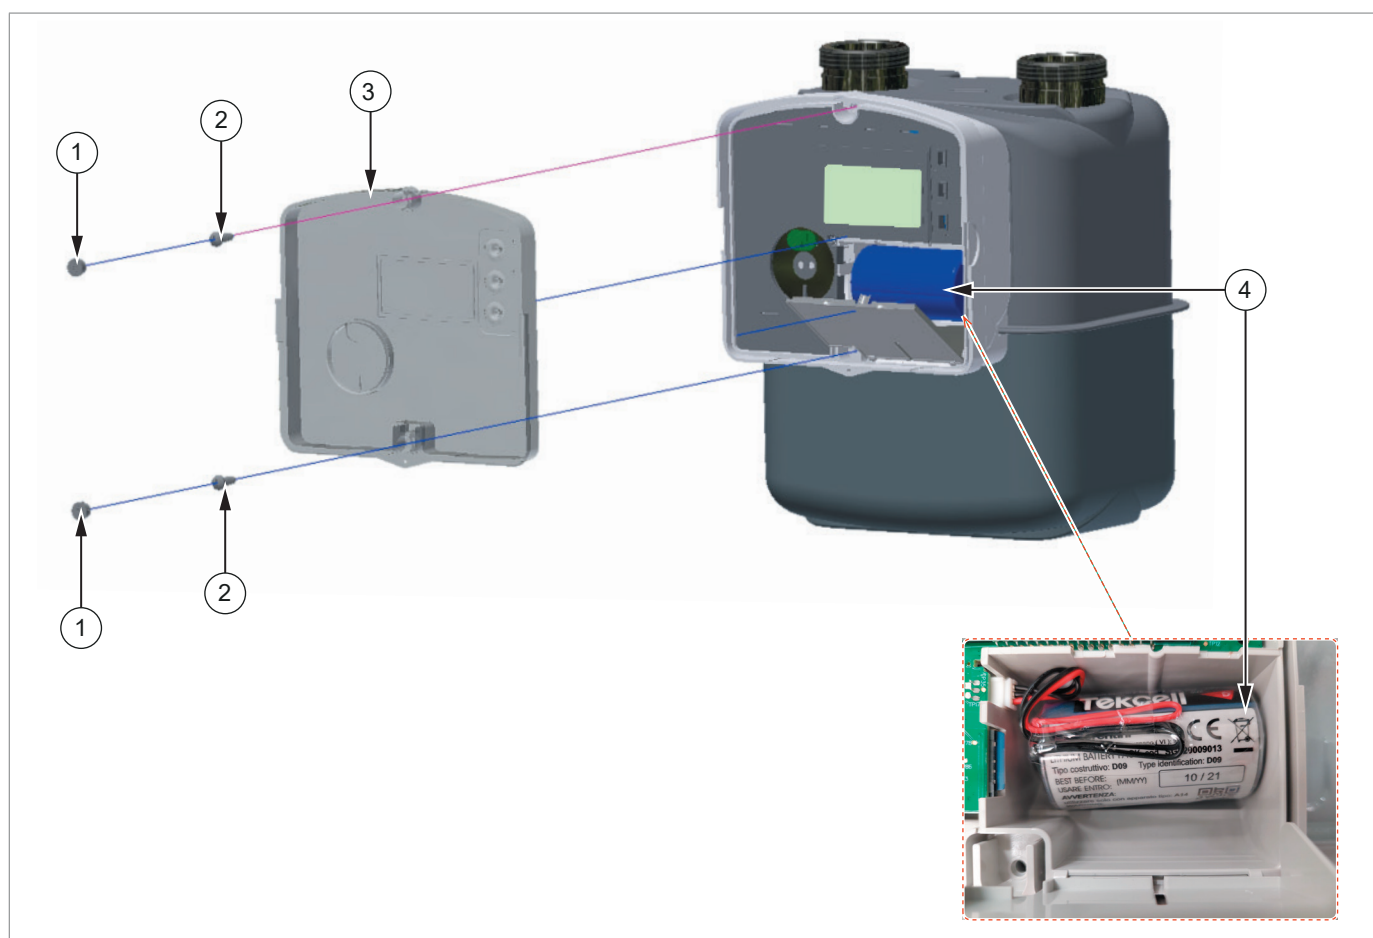

Fig. 11.14. Peças de substituição
- uma posição especificada no desenho de montagem do equipamento (Fig. 11.14);
Referência aos códigos de encomenda das baterias (Pos. 4 - Fig. 11.14) peças sobressalentes: